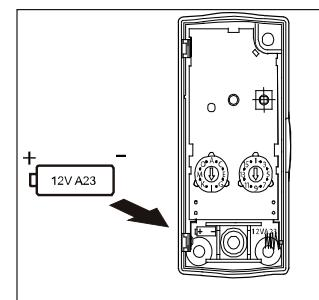

Fig. 6
4. Eine 12-V-Batterie (A23) einsetzen und auf richtige Polarität achten, um die Beschädigung des Türglockensenders 23-750 zu vermeiden. Abb. 6